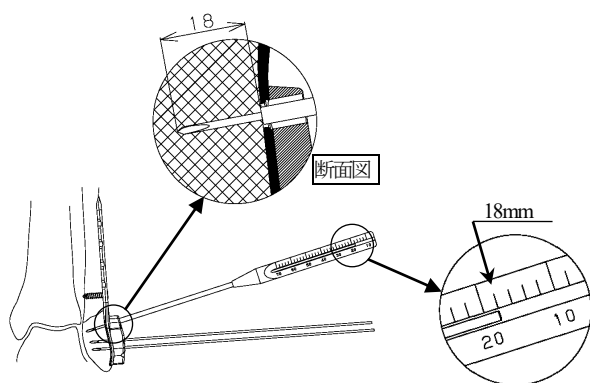

図 16
- 5) 2.5 ドリルガイド又は2.5 ドリルスリーブ (T) を取り外し、1.3 ガイドピンデプスゲージ先端を骨面に当接させ、骨面からのガイドピン刺入深さを計測します。(図16)